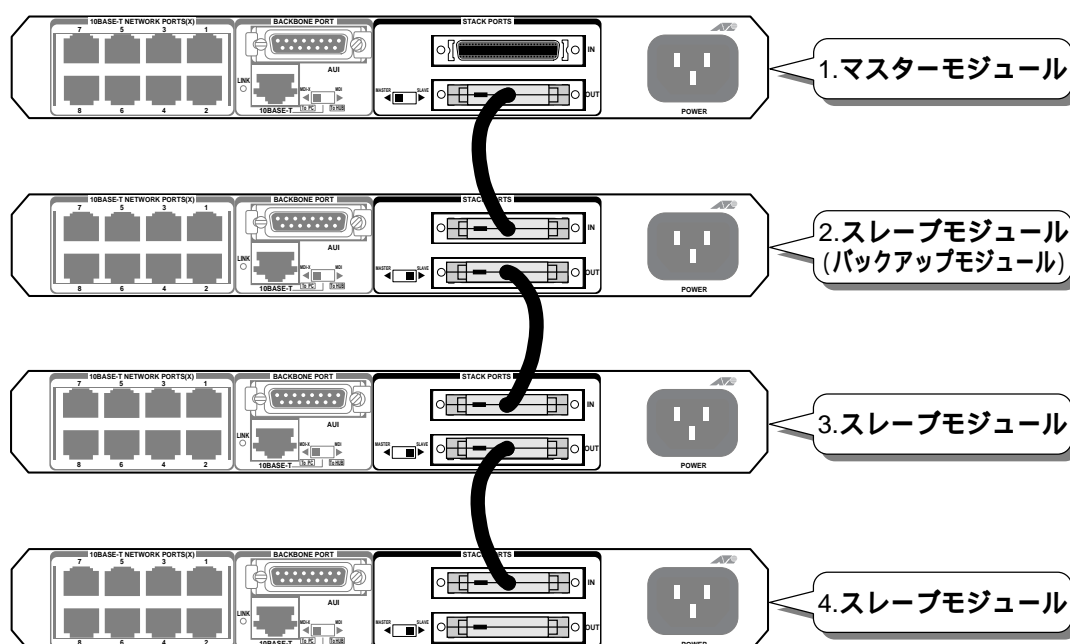

図 2-4 RH609 を 4 台スタックした例
- ④ 専用のスタックケーブルを用いて、図 2-4 のように隣り合わせとなる RH609 同士を、本体背面にあるスタックポートの「IN」と「OUT」で接続します。